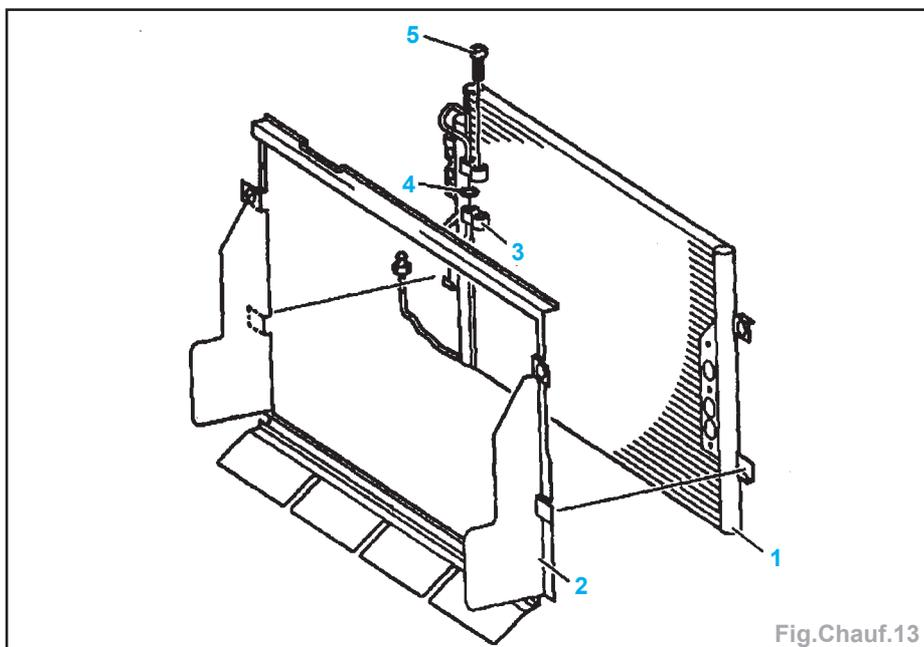

Fig. Chauff.13
- la conduite (3) du condensateur (Fig. Chauff.13).